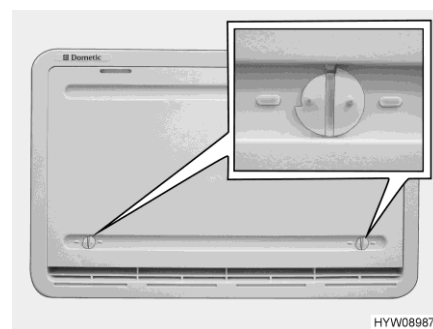

Bild 196 Vinterskydd (kylskåpets ventilationsgaller)
Vinterskyddet (Bild 196) skyddar kylaggregatet för kall luft. Sätt vinterskyddet framför båda kylskåpets ventilationsgaller, om utetemperaturen sjunker under +10 °C (både vid gas- och eldrift).
- Öppna båda lås (Bild 196) (noten står horisontellt).